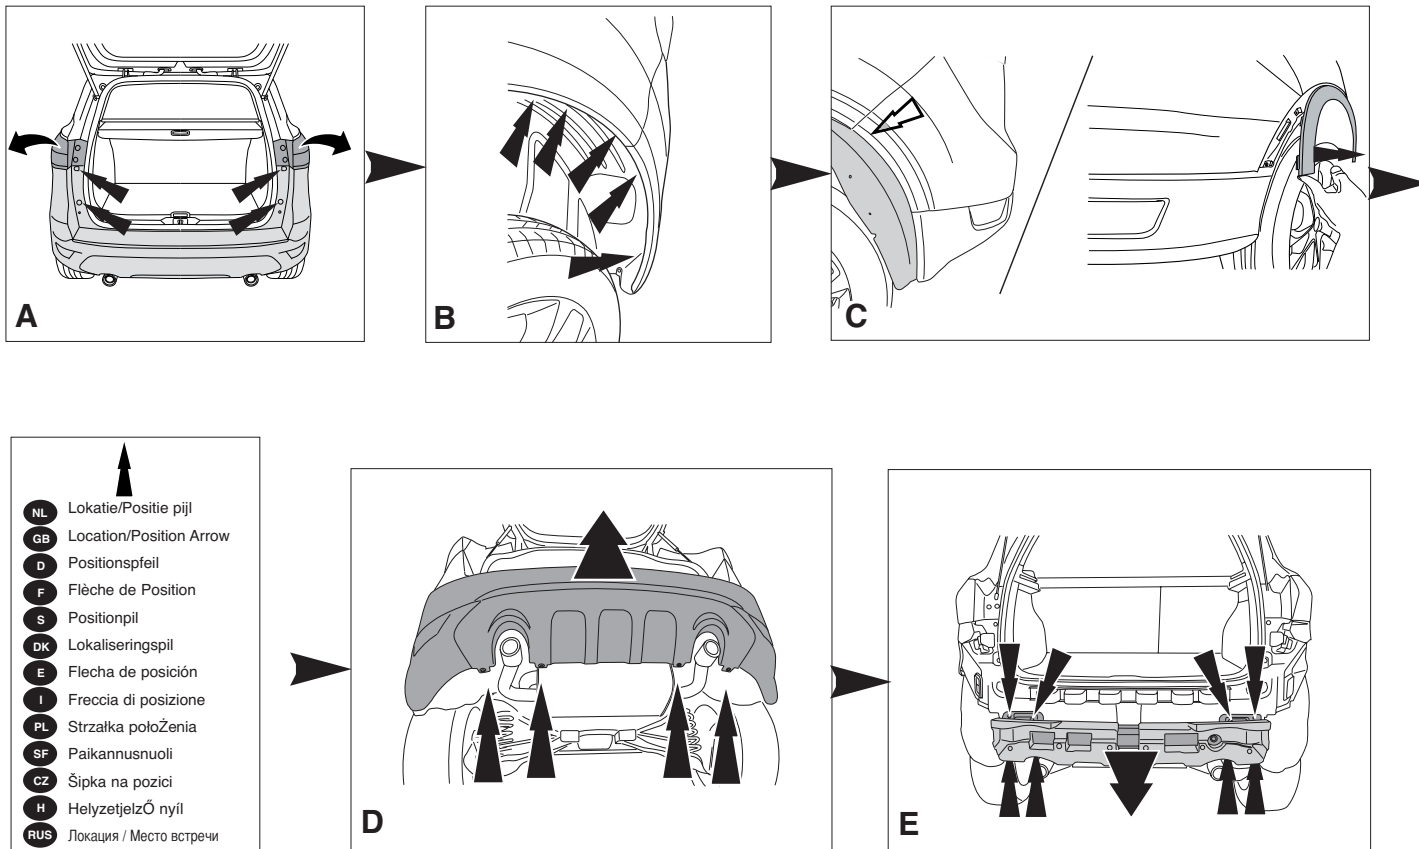

Fig.1
1. Снять оба блока задних фар. Снять бампер вместе со стальным буферным брусом автомобиля буферный брус больше не понадобится. (См рис. 1).